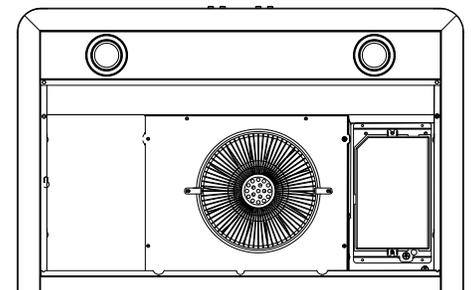

Figure 8
- **AVERTISSEMENT : TOUS LES CONNECTEURS DOIVENT ÊTRE EN FERMÉS DANS LE COMPARTIMENT DU CÂBLAGE. (Voir Figure 8)**